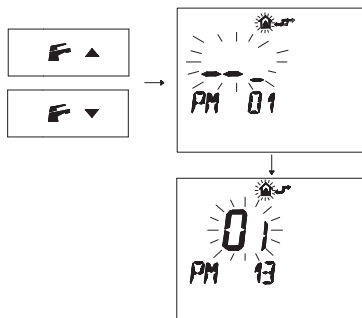

Figura 5.78
- Premere i pulsanti **F** and **▲** e **F** and **▲** per visualizzare la programmazione "PM13" modo pompa (Figura 5.78).